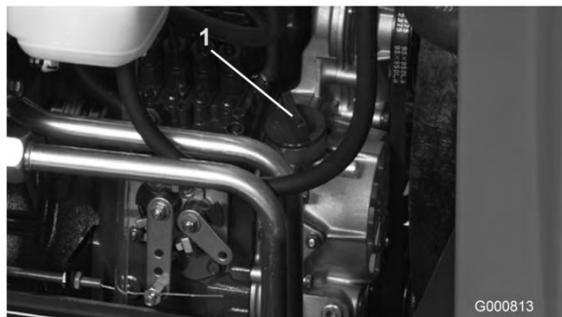

Figure 32
3. Si le niveau d'huile est bas, retirez le bouchon de remplissage (Figure 32) et ajoutez de l'huile jusqu'à ce que le niveau atteigne le repère maximum (FULL) sur la jauge. Ne remplissez pas excessivement.